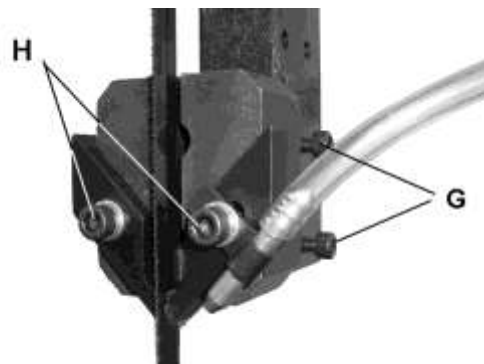

Рис. 8.
2. Ослабьте два установочных винта (G, Рис. 8) и отрегулируйте направляющие так, чтобы они располагались за зубьями полотна. Направляющие должны располагаться достаточно далеко от зубьев, чтобы они оставались открытыми во время резания, когда полотно отклоняется вперед и назад.
3. Затяните два установочных винта (G, Рис. 8).
5. Ослабьте два винта с внутренним шестигранником (H, Рис. 8) и отрегулируйте положение каждого элемента по отношению к полотну. Они не должны касаться пыльной ленты. Отрегулируйте с каждой стороны зазор 0,25 мм.
6. По завершении регулировки, снова затяните два винта (H, Рис. 8). Убедитесь, что положение воздушной форсунки не изменилось и она направляет поток воздуха в зону резания.